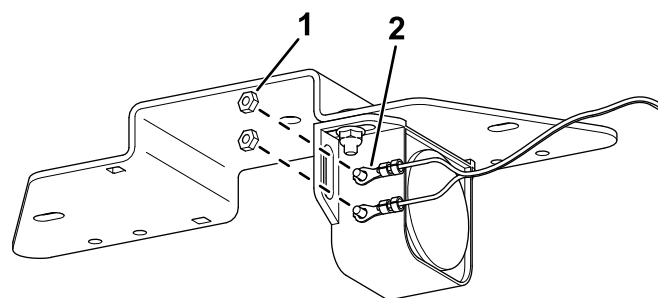

Figure 2
- Avec les écrous existants sur l'alarme, fixez les cosse à anneau sur l'alarme (Figure 2).